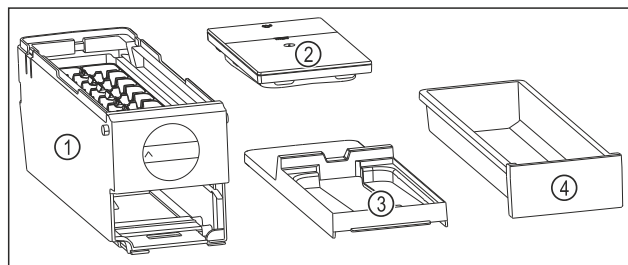

Fig. 138 Súčasti EasyTwist-Ice
- ▶ EasyTwist-Ice je rozložený na štyri časti. (pozri Fig. 138)
- ▶ Rozložte EasyTwist-Ice len na tie súčasti, ktoré sú na obrázku. (pozri Fig. 138)
- ▶ Korpus EasyTwist-Ice Fig. 138 (1) vyčistíte ako celok.